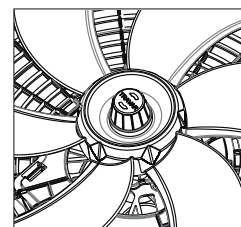

Figura 05
6. Rosquear a porca da hélice no eixo, girando-a no sentido anti-horário até encostar a superfície da porca da hélice (Ver figura 05).